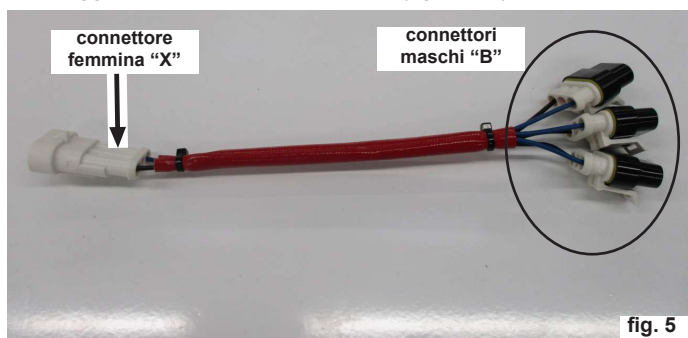

fig. 5
- Prendere il cablaggio collegamento resistenze (fig. 5) e collegare il connettore femmina "X" al connettore maschio "A" presente nel cablaggio alimentazione resistenza (fig. 2 e 6).
- Collegare il connettore femmina "Y" del cablaggio filo scaldante a un connettore maschio "B" del cablaggio collegamento resistenze (fig. 5 e 9).
- Collegare il connettore femmina "Z" del cablaggio con la resistenza ad un connettore maschio "B" del cablaggio collegamento resistenze (fig. 5 e 9).